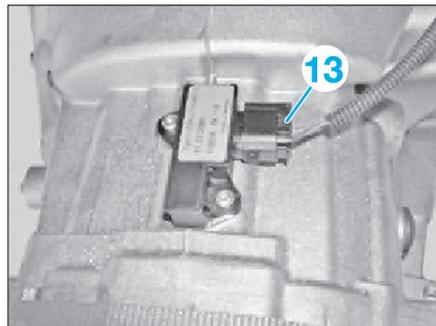

Fig. 12
- Débrancher le connecteur (13) du capteur de point mort (Fig.12).